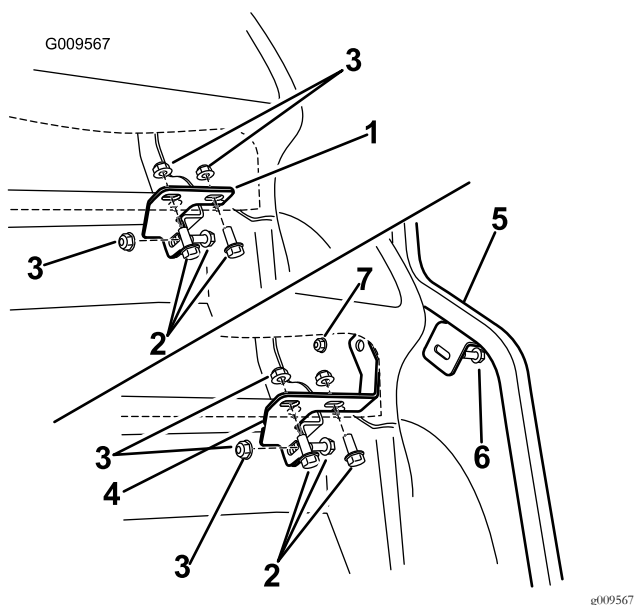

図 4
3. ダッシュボードの右側の下のクロスチューブについているブラケットを探し出してダッシュボード下から外す【図 4】。
- A. ダッシュボルト5/16 x 1 インチを、右前サポートチューブ、ダッシュボード、ダッシュブラケットに通す【図 4】。
- B. ブラケットとサポートチューブにフランジナット5/16 インチを取り付けて仮止める【図 4】。
- C. 以前に取り外した他の金具類も取り付けて、ダッシュブラケットをクロスチューブとフレームに仮止める【図 4】。